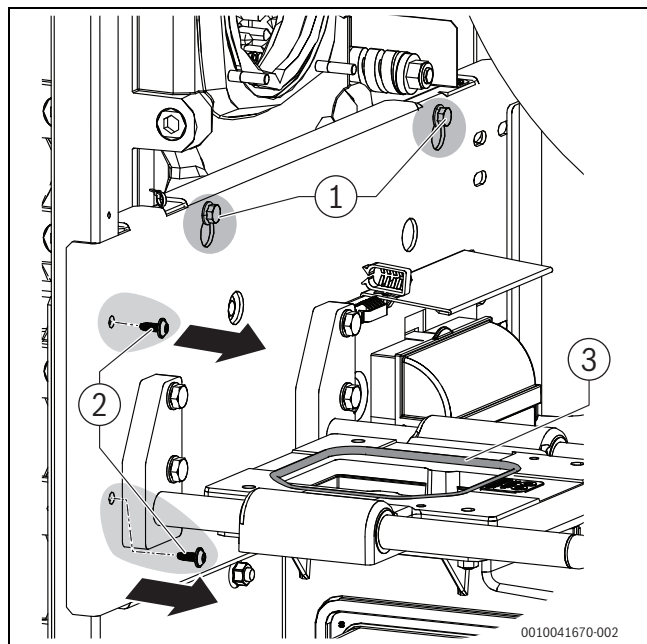

Fig. 8 Parafusos na parte inferior do queimador
- Retirar os 4 parafusos na chapa de retenção da parte inferior do queimador (→fig. 8, [2]).
- ▶ Desapertar mas não retirar os 2 parafusos de fixação na chapa de retenção da parte inferior do queimador (→ fig. 8, [1]).
- ▶ Certificar-se de que as vedações estão montadas corretamente (→ fig. 8 e 8).